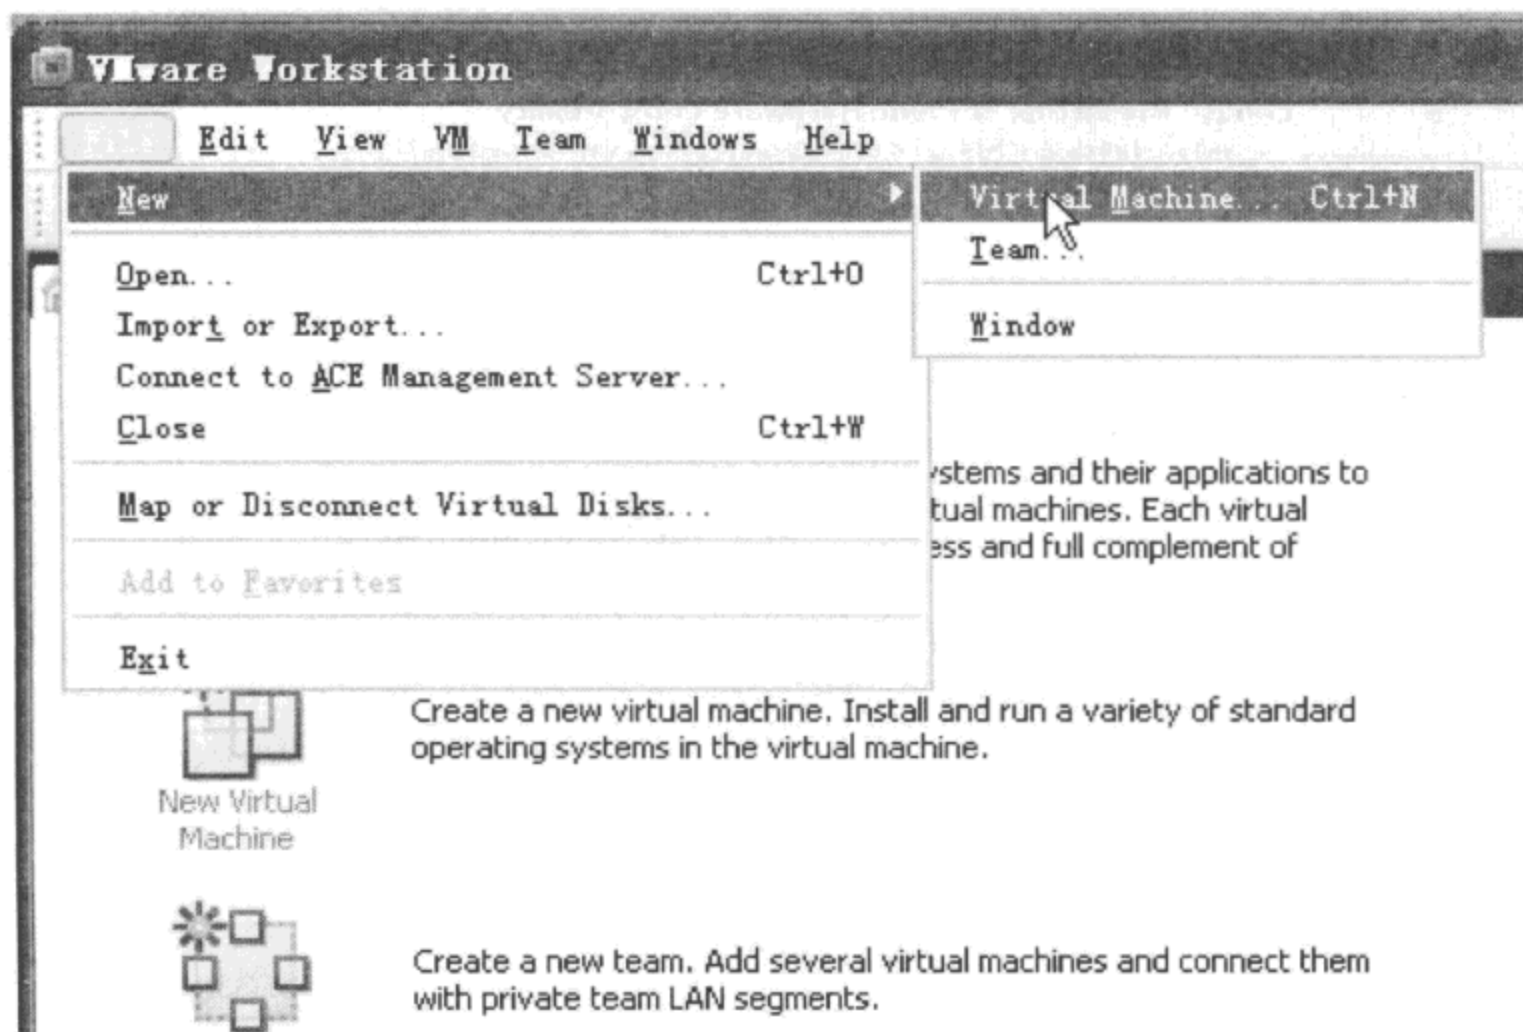
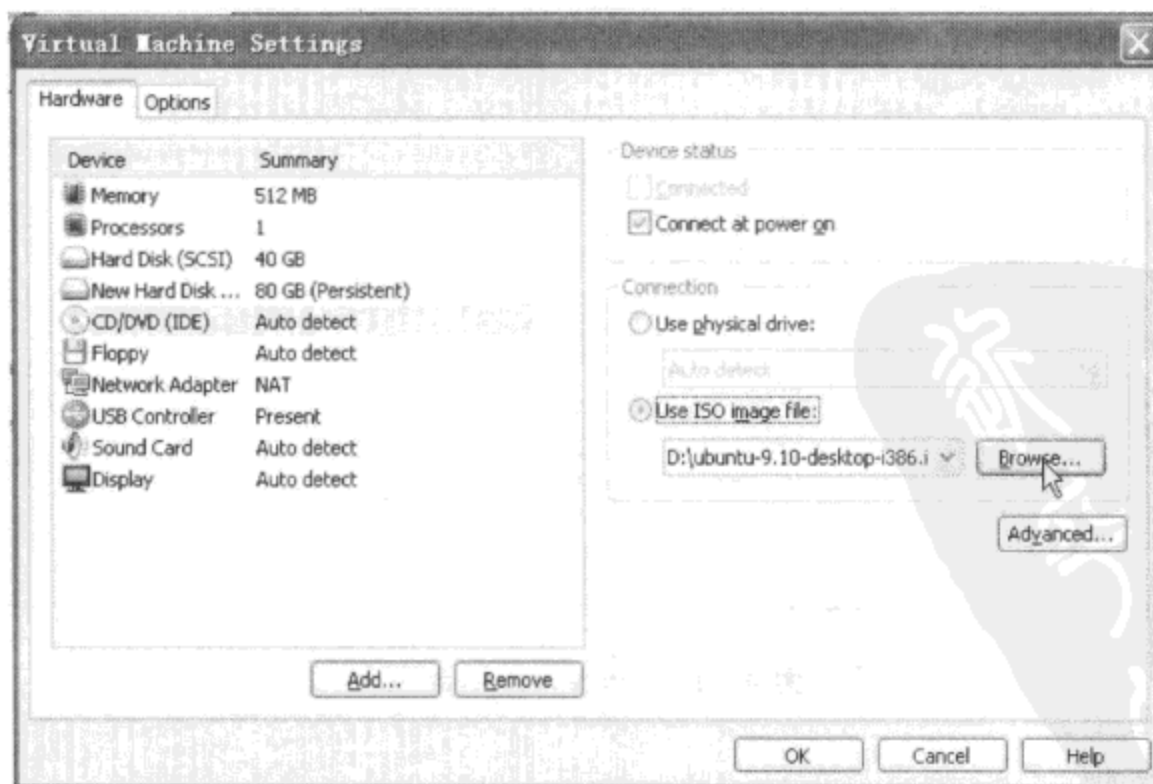

图 4-1 选择新建虚拟机
图 4-20 在虚拟机光驱上使用光盘映像文件
(2) 启动 VMware,如图 4-1~图 4-20 所示,新建客户虚拟机。选择 File→New→Virtual Machine。
⑥ 图 4-20 设置虚拟机使用光盘映像文件,这相当于将 ubuntu 的安装光盘插入了虚拟机的光驱。请务必确保 Connect at power on 选项被选中,这样当虚拟机启动时就能够从光盘启动,以便可以安装 Linux 操作系统。
(6) 安装完成后,请务必在图 4-20 中取消点选 Connect at power on 选项,以便使得虚拟机重启后从硬盘启动,而不是从光盘启动。